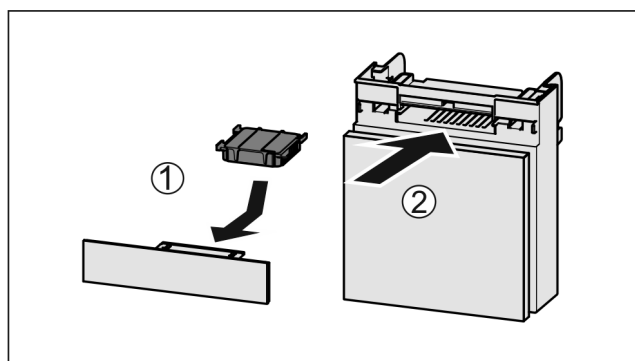

Fig. 176
- Umetnite filter s aktivnim ugljenom kao što je prikazano na slici Fig. 176 (1).
- Umetnite pretinac Fig. 176 (2).